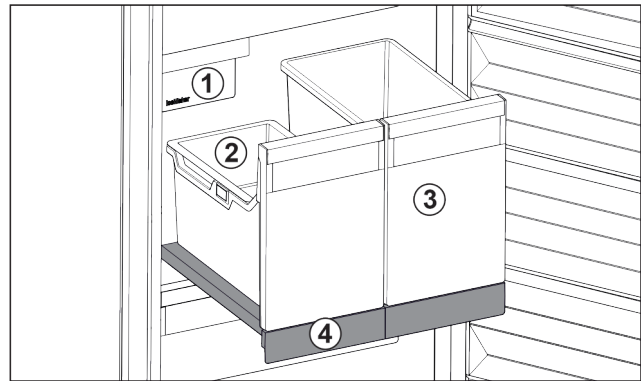

Fig. 98 Выдвижная панель с IceTower
- (1) IceMaker
- (2) Подвесной лоток для кубиков льда
- (3) Контейнеры для пиццы, алкогольных напитков
- (4) Выдвижная панель
На выдвижной панели находятся два высоких контейнера (IceTower). В контейнере Fig. 98 (2) собираются и хранятся кубики льда из IceMaker. Контейнер Fig. 98 (3) подходит для хранения высоких продуктов, таких, как пицца или алкогольные напитки.